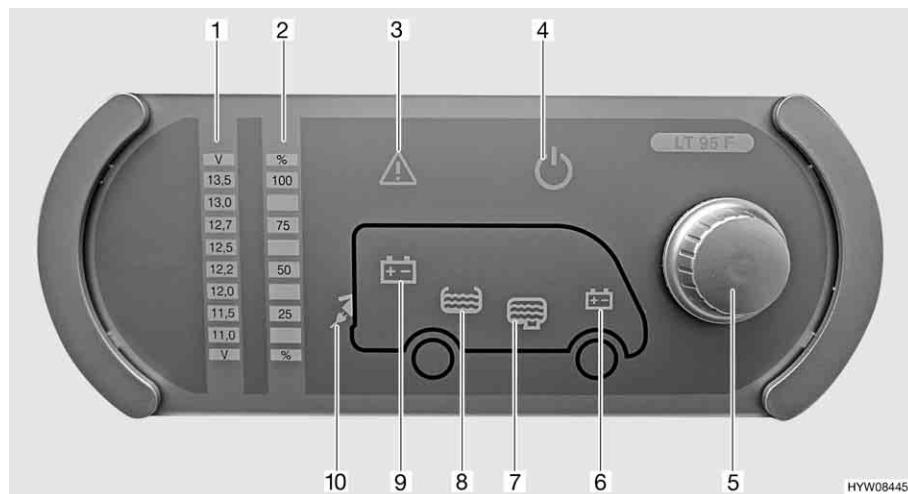

Fig. 71 Pannello di controllo (LT 95)
Il pulsante a rotazione (Fig. 71,5) inserisce o disinserisce il pannello di controllo e l'alimentazione a 12 V dell'abitacolo.
Accensione: ■ Premere il pulsante a rotazione (Fig. 71,5): L'alimentazione a 12 V dell'abitacolo è inserita. La spia di controllo a 12 V (Fig. 71,4) diventa verde.
Spegnimento: ■ Premere il pulsante a rotazione (Fig. 71,5): L'alimentazione a 12 V dell'abitacolo è disinserita. La spia di controllo a 12 V (Fig. 71,4) si spegne.
Mediante il pulsante a rotazione (Fig. 71,5) si possono interrogare sia la tensione della batteria dell'abitacolo che la tensione della batteria di avviamento. La tensione viene visualizzata sulla scala indicatore per la tensione della batteria (Fig. 71,1).
Indicazione: ■ Ruotare il pulsante a rotazione (Fig. 71,5), finché si accende il simbolo della batteria della quale deve essere interrogata la tensione.
Viene indicata la tensione della batteria dell'abitacolo (Fig. 71,9)
Viene indicata la tensione della batteria di avviamento (Fig. 71,6)
- Leggere la tensione sulla scala indicatore della tensione della batteria (Fig. 71,1).
Mediante il pulsante a rotazione (Fig. 71,5) si possono interrogare sia il livello del serbatoio dell'acqua che il livello del serbatoio delle acque grigie. Il livello viene visualizzato sulla scala indicatore livello dei serbatoi (Fig. 71,2).
Indicazione: ■ Ruotare il pulsante a rotazione (Fig. 71,5), finché si accende il simbolo del serbatoio del quale deve essere interrogato il livello.
Viene indicato il livello del serbatoio dell'acqua (Fig. 71,8)
Viene indicato il livello del serbatoio delle acque grigie (Fig. 71,7)
- Leggere il livello sulla scala indicatore del livello serbatoio (Fig. 71,2).
La spia luminosa Alarm (Fig. 71,3) lampeggia non appena i valori limite fissati vengono superati per eccesso o per difetto.
La spia luminosa Alarm (Fig. 71,3) lampeggia non appena la tensione della batteria scende al di sotto di 11 V. Se l'alimentazione a 12 V è accesa, si accende anche il relativo simbolo della batteria (Fig. 71,6 o 9), e l'indicatore "11,0" sulla scala indicatore della tensione della batteria (Fig. 71,1) lampeggia. Rischio di uno scaricamento totale della batteria.
La spia luminosa Alarm (Fig. 71,3) lampeggia ed il relativo simbolo del serbatoio (Fig. 71,7 o 8) si accende non appena il serbatoio dell'acqua è vuoto o il serbatoio delle acque grigie è pieno.
La spia di controllo a 230 V (Fig. 71,10) si accende quando all'ingresso della centralina elettrica è presente una tensione di rete.